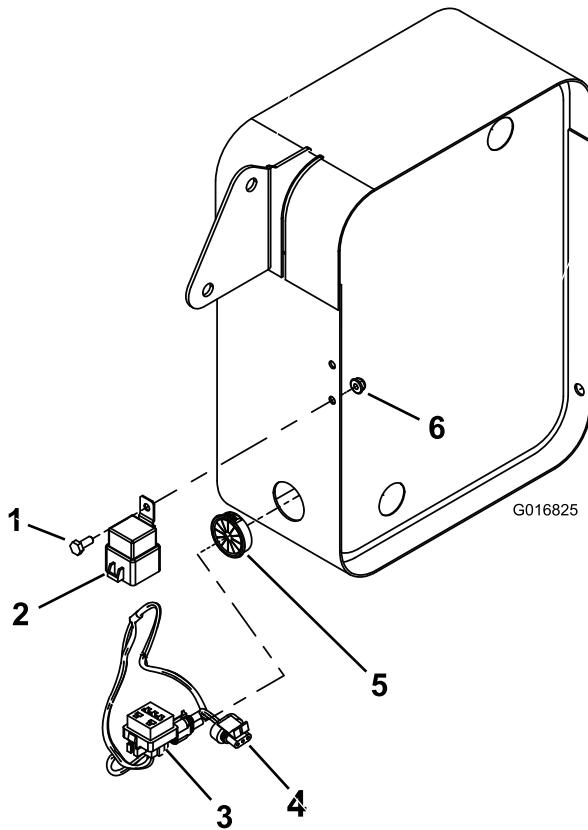

Figura 3
2. Desligue o jumper da extremidade da cablagem e monte o relé no lado do suporte do dispositivo de arrefecimento de óleo com um parafuso de cabeça hexagonal (1/4 x 5/8 pol.) e porca flangeada hexagonal (1/4 pol.) (Figura 3).
3. Insira o casquinho na abertura do lado inferior no dispositivo de arrefecimento de óleo (Figura 3).